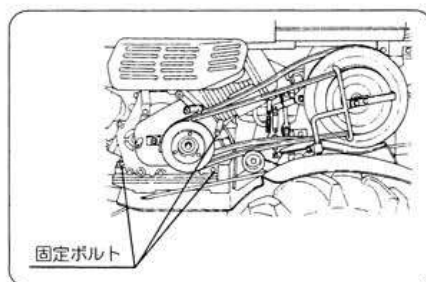

図41B
- ⑥ ベルトの摩耗が著しいときや破損しているときは、ベルトを交換してください。交換するときは、LA-40 2本 LB-38 1本を同時に交換してください。(図41B)